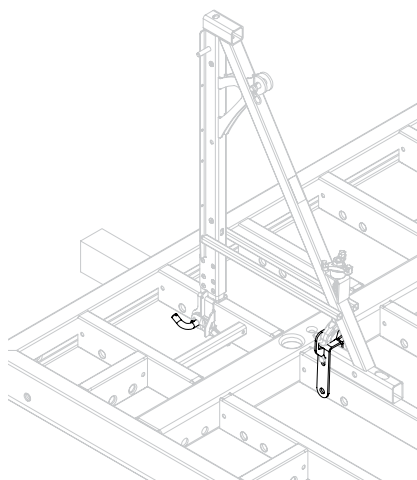

Fig. A3.24
8. Insérer l'axe coudé (1.7) dans le trou de raccordement. (Fig. A3.24)